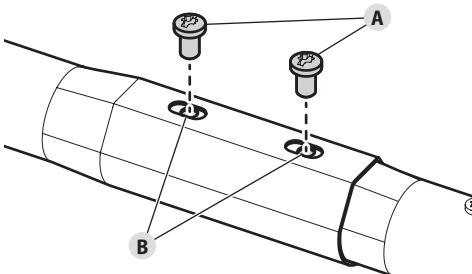

Fig. 7
5. Insérez les vis (2) (Fig. 7-A) dans les orifices enlignés (Fig. 7-B).